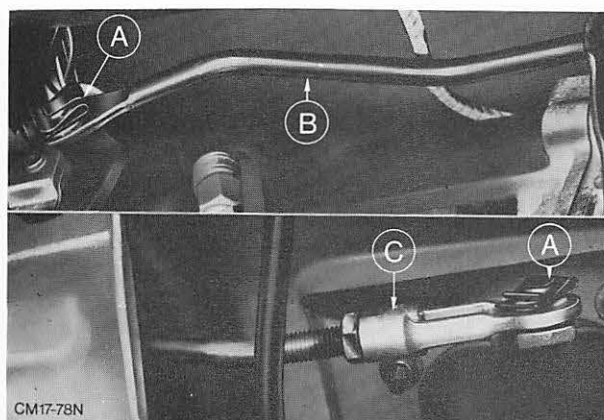

Abb. 22 Schaltstange
6. Die beiden Clipse (Schaltstangenbefestigung) entfernen und anschließend Schaltstange abnehmen. Abb. 22.